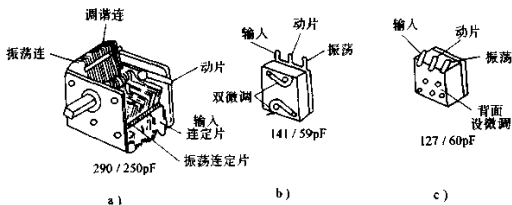

图7-7 双连和四连可变电容器外形示意图
如图 7-7 所示是三种差容双连可变电容器的外形示意图。所谓差容是指两个连的最大容量不相等，但两个连仍由一个转柄控制两个连动片的转动。图 a 所示是差容空气双连；图 b 所示是差容小型有机薄膜双连，图 c 所示是差容超小型有机薄膜双连。
(2) 差容密封双连。图7-7b、c所示都是差容密封双连，它们的结构和工作原理同差容密封双连一样，只是振荡连的最大容量小于调谐连的最大容量。在这类双连的背面，均设有微调电容器，见图7-7所示。